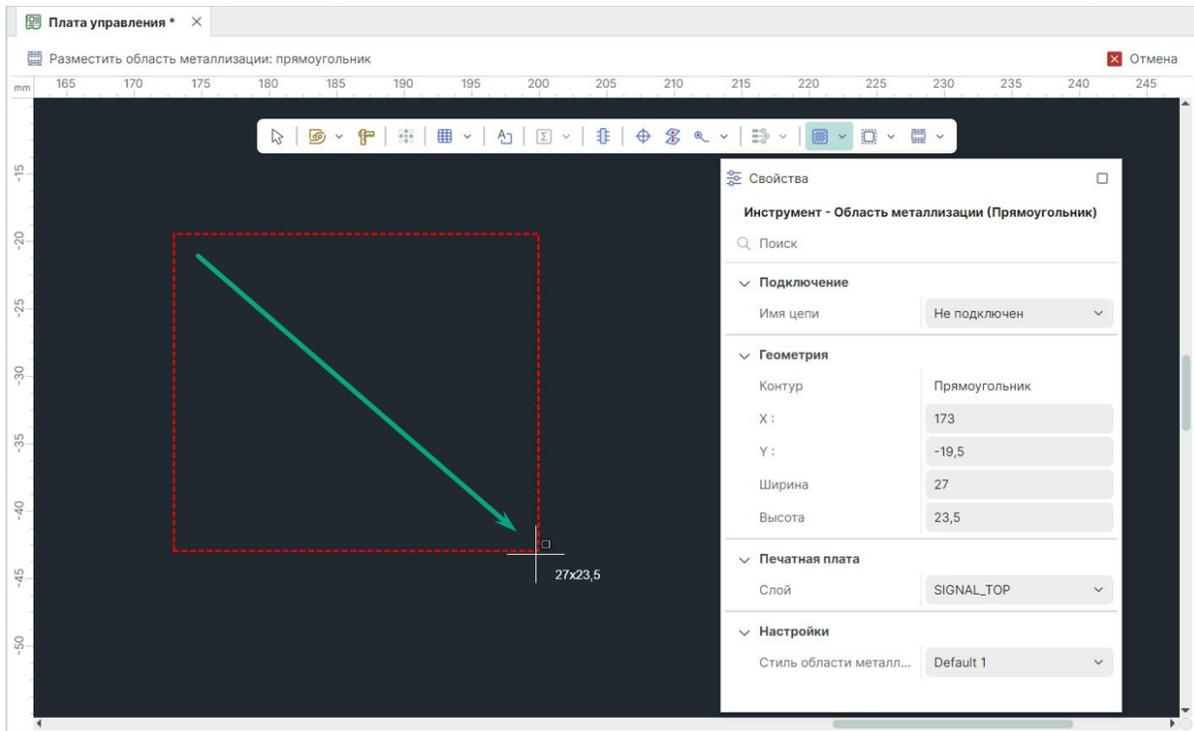

Рис. 425 Построение области металлизации с контуром прямоугольник и свойства инструмента
4. Удерживая левую кнопку мыши зажатой, переведите курсор на другую точку печатной платы, которая так же будет принадлежать границе размещаемой области металлизации, и отпустите левую кнопку мыши, при этом между точками будет построена замкнутая фигура, см. Рис. 425.